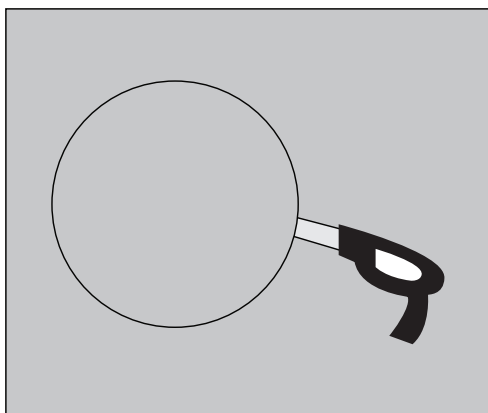

Figure 2
4. Avec précaution, découper un trou avec l'outil de coupe qui convient le long du tracé au crayon comme suit : Pour démarrer le découpage, percer un trou à l'intérieur du tracé au crayon (placer le foret juste à l'intérieur du trait). Utiliser ce trou pour insérer l'outil de coupe et démarrer la découpe, en prenant garde de ne pas découper à l'extérieur du tracé du gabarit (Figure 2).